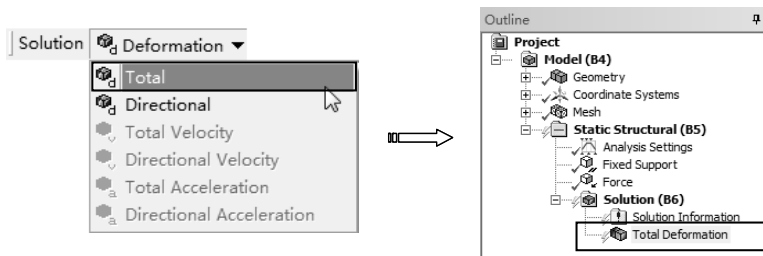

图 7-63 添加变形求解项
- 2) 求解变形。单击【Solution】工具栏上的【Deformation】|【Total】命令，此时在分析树中插入【Total Deformation】项，如图 7-63 所示。